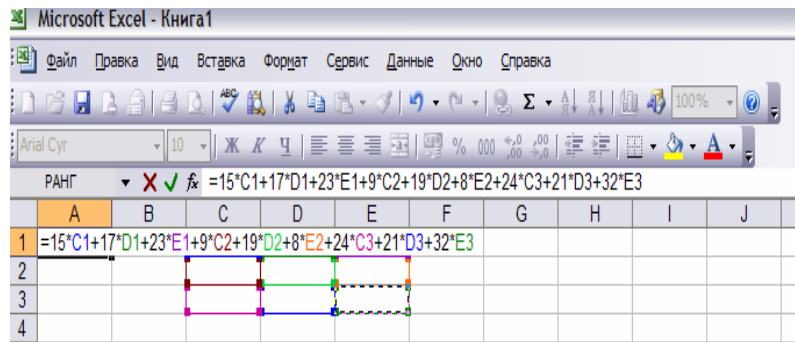

Рисунок 3.1 – Ввод целевой функции в Excel
1. Ввести в ячейку A1 формулу целевой функции (рисунок 3.1):